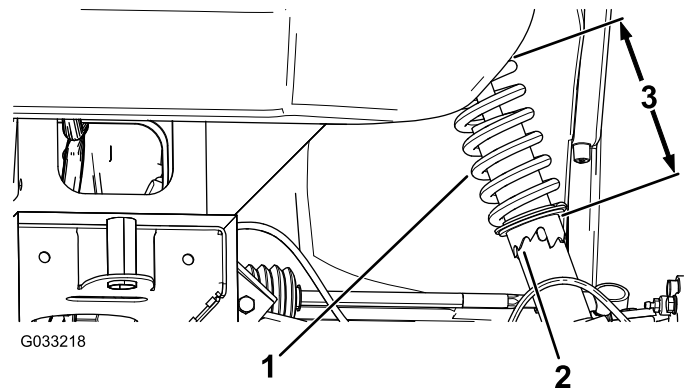

图 47
2. 如果车轮外倾角没有对齐请使用活络扳手将减震器上的锁止环旋转以对齐车轮图 47。